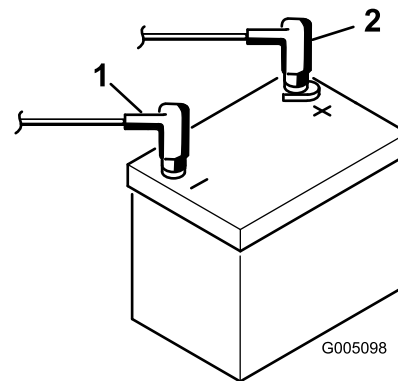

Bild 8
9. Klemmen Sie zuerst das Pluskabel (Rot) am Pluspol (+) der Batterie und dann das Minuskabel (Schwarz) am Minuspol (-) der Batterie an, wobei Sie die Kopfschrauben und Muttern verwenden (Bild 8). Ziehen Sie die Gummimuffe über den Pluspol, um Kurzschlüssen vorzubeugen.